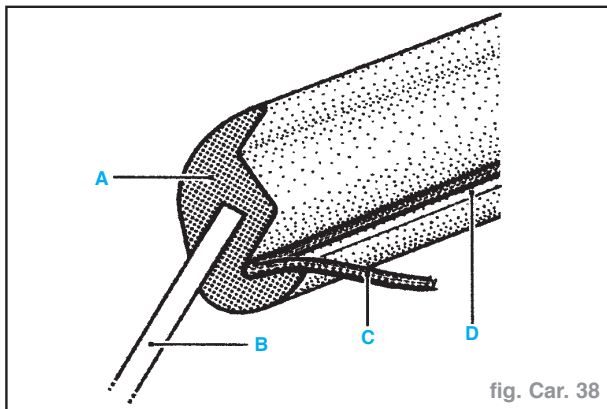

fig. Car. 38
- Monter le caoutchouc d'étanchéité (A) sur la vitre (B), engager la corde (C) dans la gorge (D) de façon que les extrémités de la corde ressortent de la gorge au niveau de la partie basse de la vitre (fig. Car. 38).